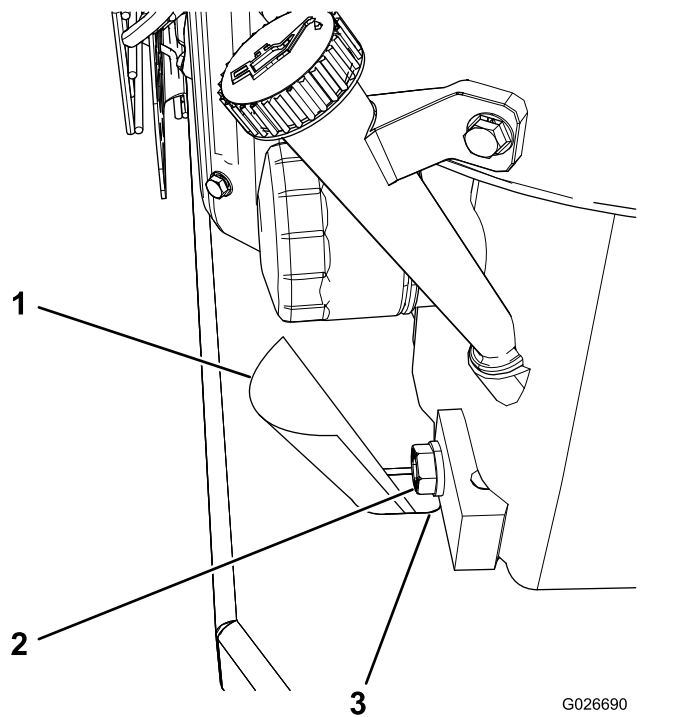

Рисунок 36
**Примечание:** Вставьте кусок бумаги или тонкого картона в сливное отверстие, чтобы отвести масло от монтажной пластины двигателя (Рисунок 36).